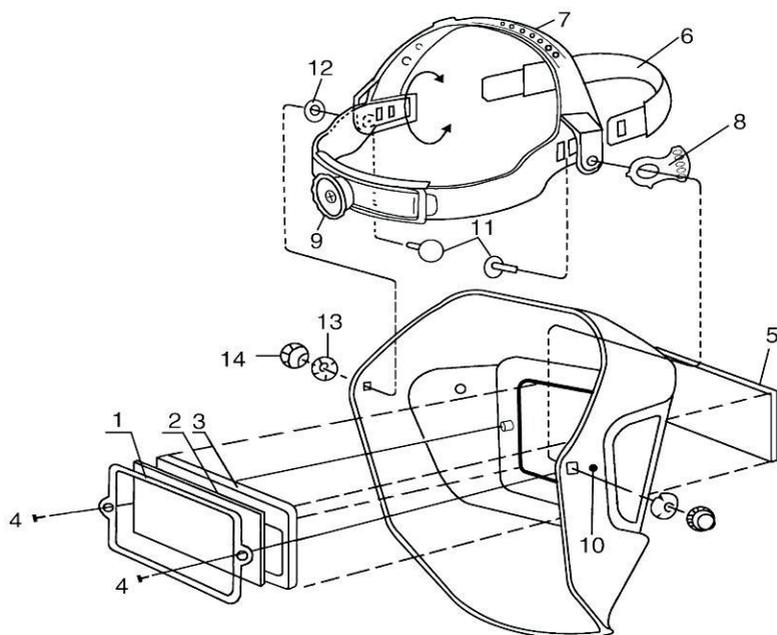

Рис. 2
На **рис. 2** представлена схема сборки корпуса маски и подголовника.
1. Корпус маски поставляется в сборе со светофильтром. С помощью фиксаторов и гаек соедините корпус маски с наголовником (**рис. 2**).
– Горизонтальная регулировка обхвата головы: нажмите на регулятор (**9, рис. 2**), и поворачивайте рукоять по часовой стрелке, чтобы уменьшить размер наголовника, и против часовой – чтобы увеличить. Маска должна плотно сидеть на голове.
– Вертикальная регулировка системы крепления: уменьшая или увеличивая размер ремня (**7, рис. 2**), отрегулируйте размер наголовника так, чтобы глаза сварщика находились в средней части светофильтра.
– Регулировка наклона маски: отрегулируйте затяжку винтов и положение фиксатора сегментной регулировки (**8, рис. 2**) для удобного угла обзора. Убедитесь, что маска свободно опускается и не сползает.